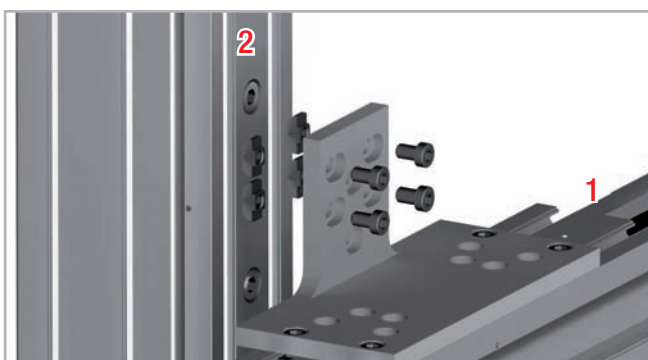

Fig. 104
4. Per poter collegare la piastra di collegamento all'unità 2, inserire le viti nei fori preparati sul lato stretto della piastra (vedi fig. 104).